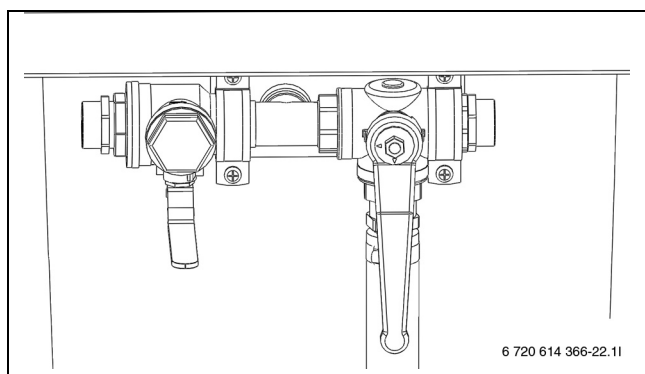

Bild 18 Påfyllnadsstation i blandningsläge
- ▶ Vrid ventilerna på påfyllnadsstationen så att de står i blandningsläge (→ Bild 18).